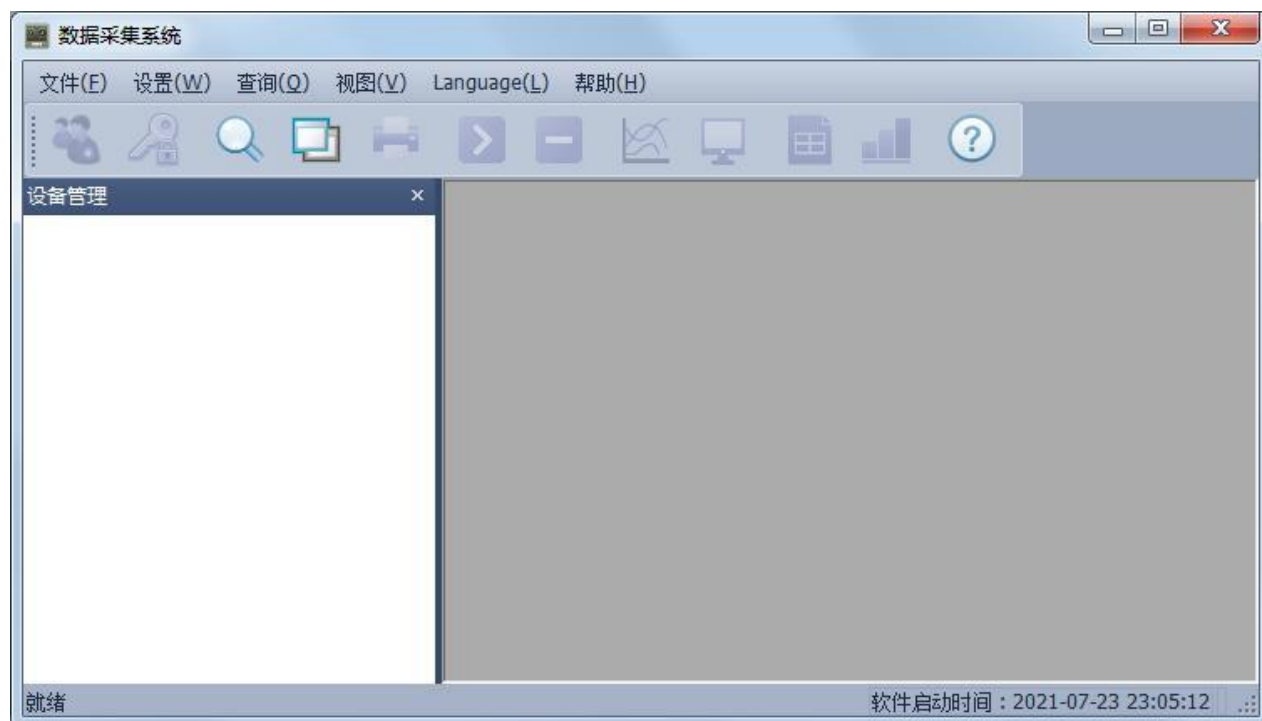

图 7-2 DataLogger 主窗口
7.1.2 双击运行后会弹出系统主界面，如下图 7-2 所示。
在“设备管理”区域内点击鼠标右键，选中“添加设备”弹出如图 7-2 新建设备对话框，设备名称可自命名，设备地址为记录仪的地址（可在记录仪“系统设置”界面中查询，默认上位机只与一台记录仪通讯地址设为 1），根据需要选择相应的通道数目和起始通道（默认起始通道为 1）。当通道数目大于 64 或者需要将通道分成不同的类，可以各类通道挂在不同的设备上。如前 8 个通道测量温度，后 8 个通道测量湿度并且想把他们以不同的窗口显示出来，可以按一下操作进行：1) 建立一个新的 8 个通道的设备，设备类型（选择通讯协议，其中**w 表示无线协议）—>设备名称—>设备地址为 1（仪器默认地址为 1）—>通道数量 8 通道—>起始通道 1；2) 再建立一个 24 通道的设备，设备名称—>设备地址为 1 —>通道数量 24 通道—>起始通道 9。以上是对于同一台仪器不同通道的操作。